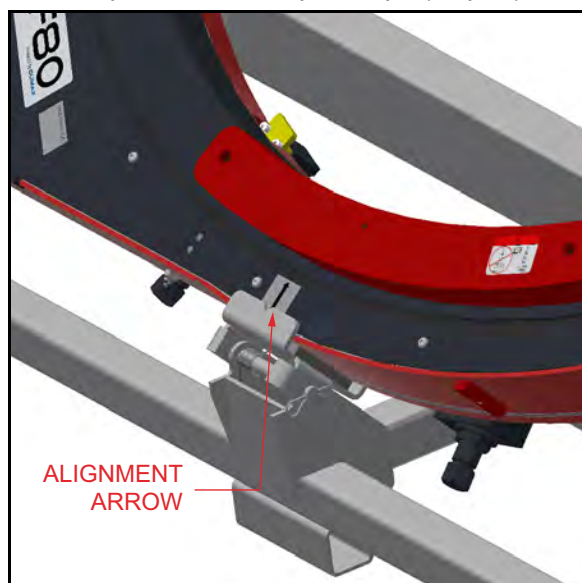

РИСУНОК 6-1. СТРЕЛКА СОВМЕЩЕНИЯ (ПОКАЗАНА МОДЕЛЬ ODF80)
3. Осторожно опустите станок. Используя указания на Рис. 6-1., совместите стрелку с пазом в шарнирной опоре при установке станка Speed Facer на транспортную раму.